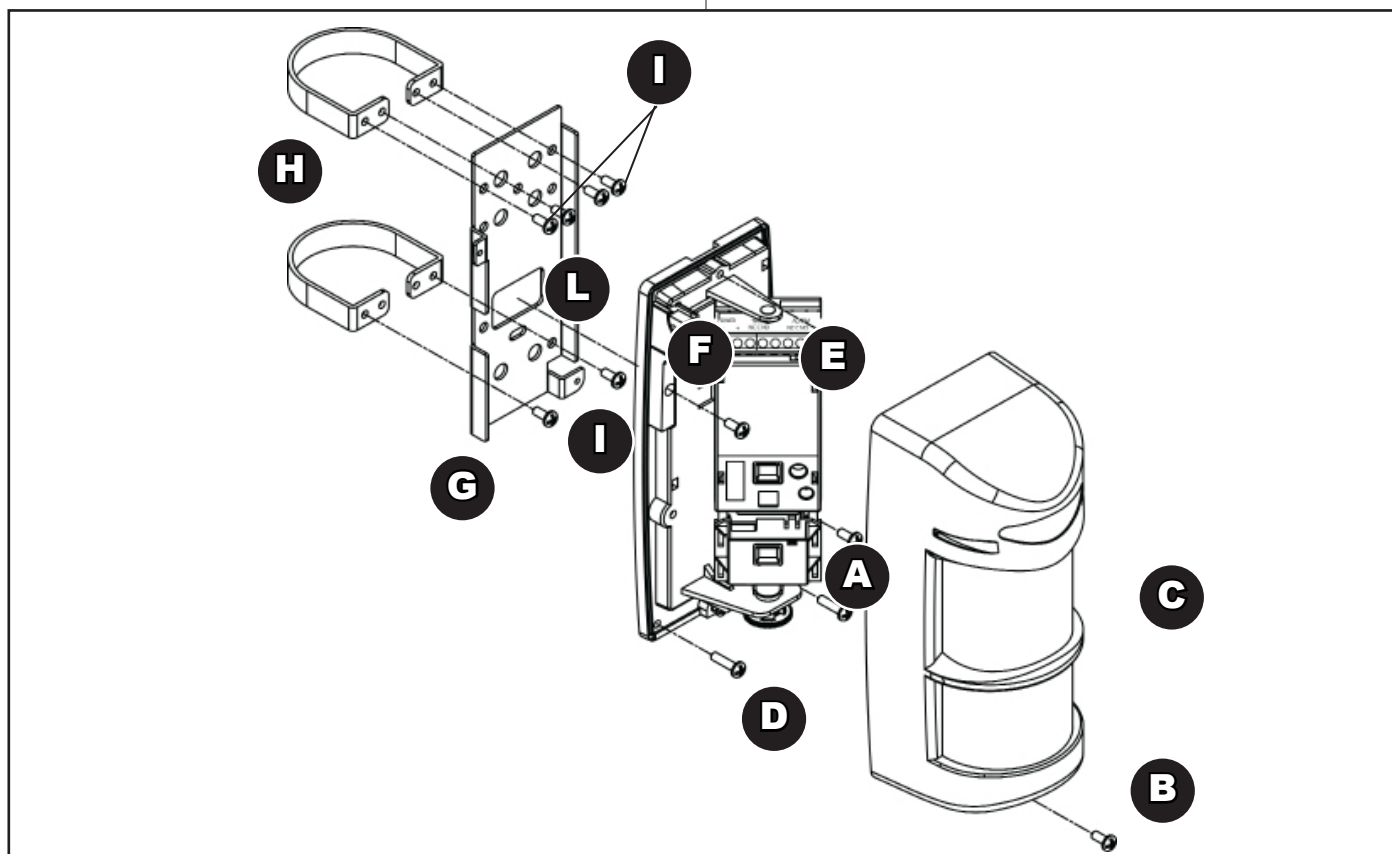
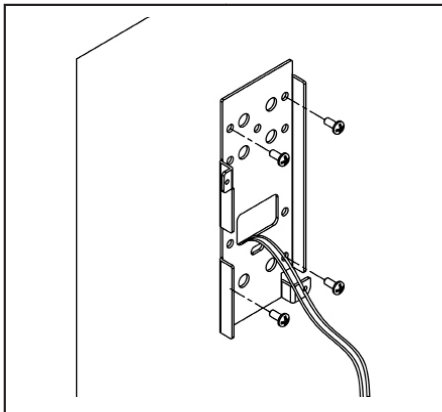

Fig. 2
Fig. 4
- Svitare la vite **B** (fig. 2) e levare il coperchio con lente
- Fissare l'unità rivelatore ad innesto (vedi fig. 6) sulla staffa ed avvitare le due viti **A** (fig. 2), avendo cura di passare il cavo dei collegamenti come riportato nelle fig. 4 e 5.
- Effettuare le regolazioni del rivelatore agendo sul pomello di regolazione del PIR 2 (inferiore), Applicare il coperchio con lente fissandolo con la vite **B** (fig. 2).
- Unscrew the **B** (fig. 2) screw and remove the front cover with lens.
- Screw up the detector (see fig. 6) on the support using the 2 provided screws **A** (fig. 2) passing through the connection cable as shown in the figures 4 and 5.
- Mount the front cover fixing it with screw **B** (see fig. 2).